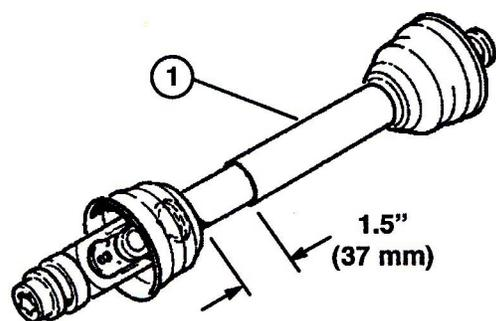

図6
4. シャフトが一番短くなった状態でも、完全に縮んだ状態まで少なくとも37 mm の余裕が必要である(図6)。上記2.で測定した長さが、上記3.で求めた長さよ